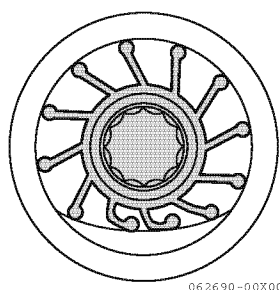

Figure 17
4. Pour l'installation de la turbine, la position des pales de la turbine est présentée dans le schéma de droite. (**Figure 17**)